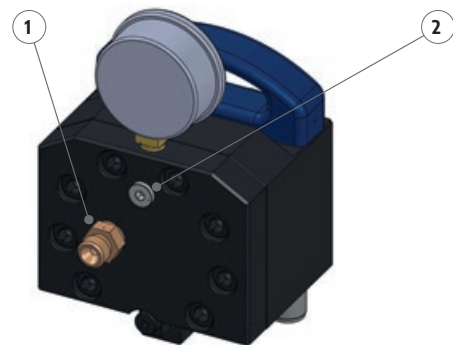

Figure 9 : Boîtier hydraulique
8. Desserrez lentement la vis de mise à l'air libre située à l'arrière du boîtier hydraulique à l'aide d'une clé Allen d'environ 4 tours jusqu'à ce que l'huile sorte sans bulles. (pos. ② Figure 9)
3. Desserrer et retirer le tuyau hydraulique à l'arrière du carter hydraulique (pos. ① Figure 9).
18. Fixer à nouveau le tuyau hydraulique au boîtier (pos. ① Figure 9).